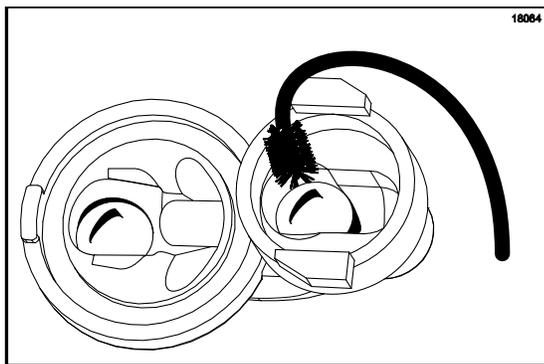

Figura 83
5. Introduzca el cepillo negro blindado por la parte superior de la válvula de salida. Restriegue esta área, en particular alrededor de la esfera de acero. (Vea la figura 83).